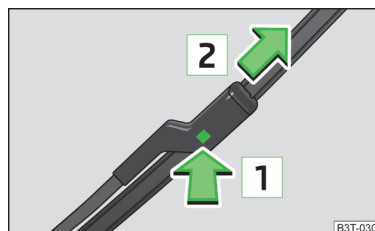

Fig. 194
- Țineți brațul ștergătorului de partea superioară și apăsați siguranța **1** » fig. 194.